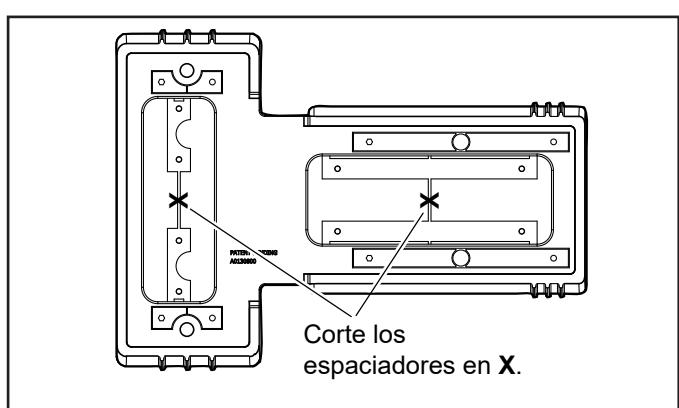

Figura 6. Corte los conjuntos de espaciadores de la base
- Con una herramienta manual para cortar, corte las barras plásticas que conectan los conjuntos superior e inferior de espaciadores como se muestra en la Figura 6.